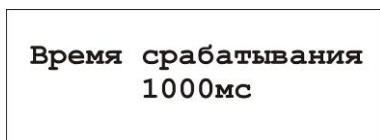

Рисунок 4.18 – Экран настройки времени срабатывания шторки
4. В меню (рис. 4.18) клавишами $\bar{\Delta}$, ∇ задать время срабатывания шторки и нажать клавишу \checkmark для сохранения отредактированного значения.